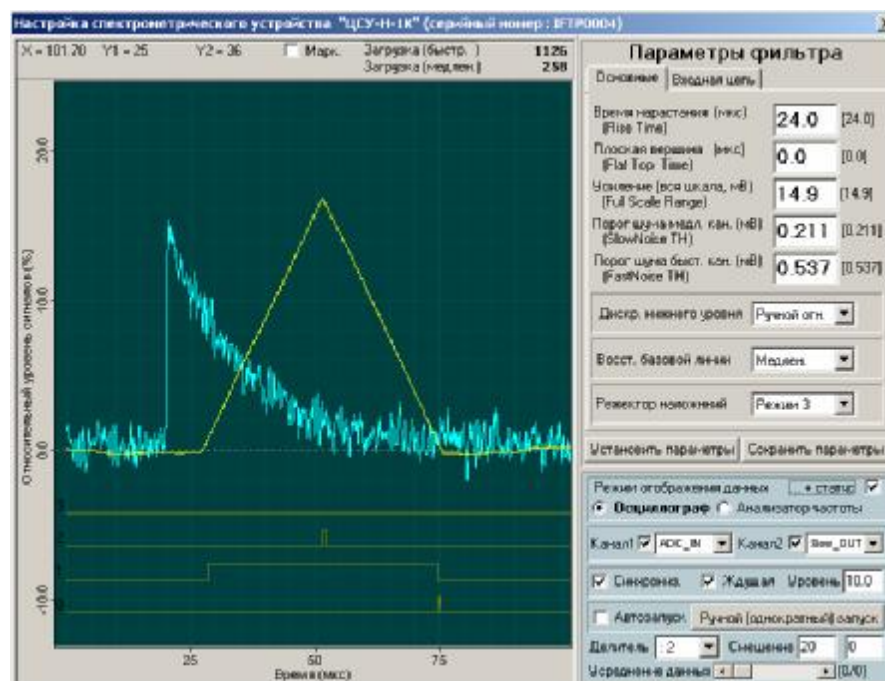
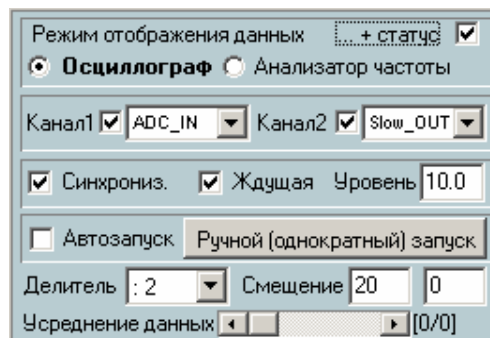

Рис. 5. Окно цифрового осциллографа.
Рис. 6. Панель управления цифрового осциллографа.
6.2.8.1. Вызвать панель управления и графический экран осциллографа (Рис. 5 и рис. 6) с помощью меню «**Настройка ЦСУ / Панель управления ЦСУ**».